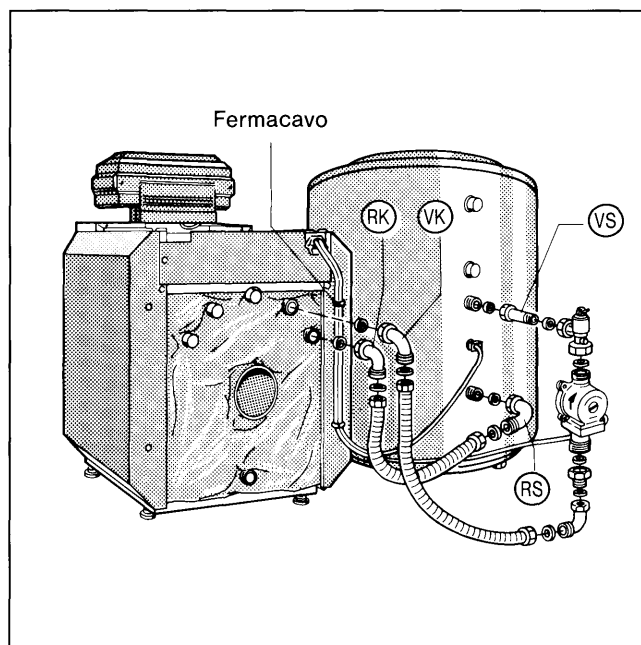

Fig. 3
- Stendere accuratamente le linee del circuito sonde e quelle degli attacchi nei fermacavi (Rispettare le Istruzioni di montaggio della caldaia e dell'accumulatore acqua calda sanitaria – Fig. 3).